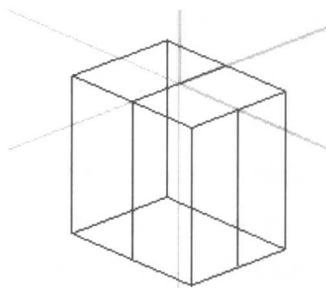

图 1-3-2
- ① 打开本书所附光盘中“Sample\CH01\范例 1.MCX”图形文件
1. 读取的图文件显示如图 1-3-2 所示，系统原点在立方体的顶部中心。